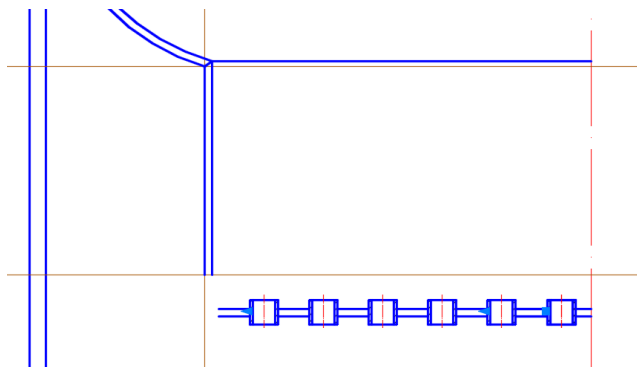

Рис. 88. Массив стакана оросителя
5.7 Выделить объект и скопировать его с помощью команды **Прямоугольный массив**. Последовательно выполнить действия: *Ассоциативность* – *Нет*, количество строк – 1, количество столбцов – 6, расстояние между столбцами – 120 (рис. 88)